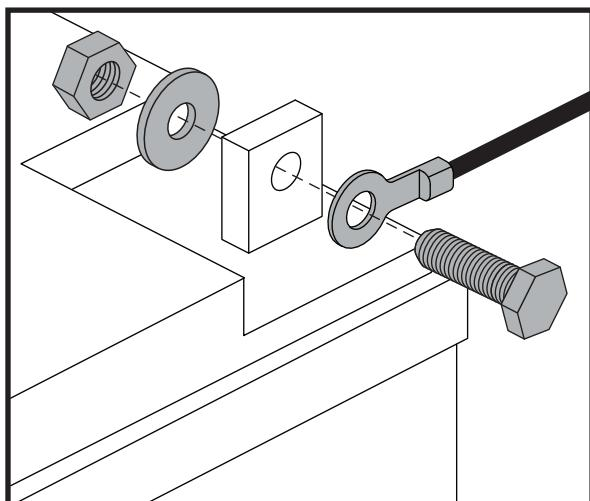

Figure 14. Batterie Borne Matériel
5. Débranchez les câbles des bornes des batteries en soulevant la couvercle des bornes et en desserrant le boulon et l'écrou sur chaque borne. **Voir la figure 14.**